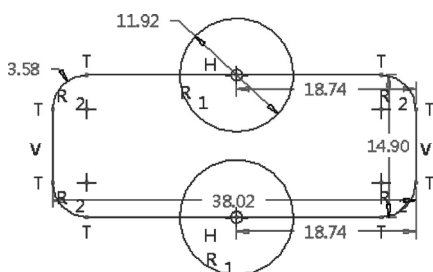

图 2-96 给圆角添加完半径相等约束条件
5) 给圆角添加相等约束条件。在“约束”组中选择 (相等) 图标按钮，单击其中一处圆角，再单击另一处圆角，从而为该两处圆角设置半径相等约束。使用同样的方法，将所有圆角均添加半径相等约束。给圆角添加完半径相等约束条件的图形如图 2-96 所示。